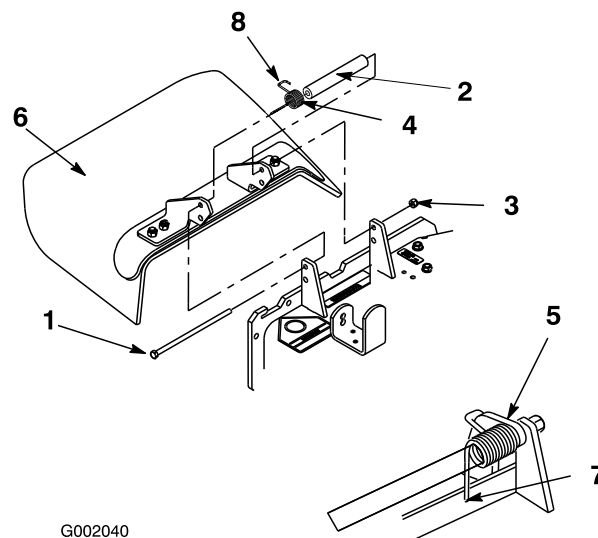

Figure 65
de pivot (Figure 65). Enlevez le déflecteur s'il est endommagé ou usé.
Remarque: Prenez soin de placer l'extrémité en L du ressort derrière le bord du tablier avant de mettre le boulon en place, comme indiqué à la Figure 65.
3. Remettez le boulon et l'écrou. Accrochez l'extrémité en J du ressort au déflecteur d'herbe (Figure 65).